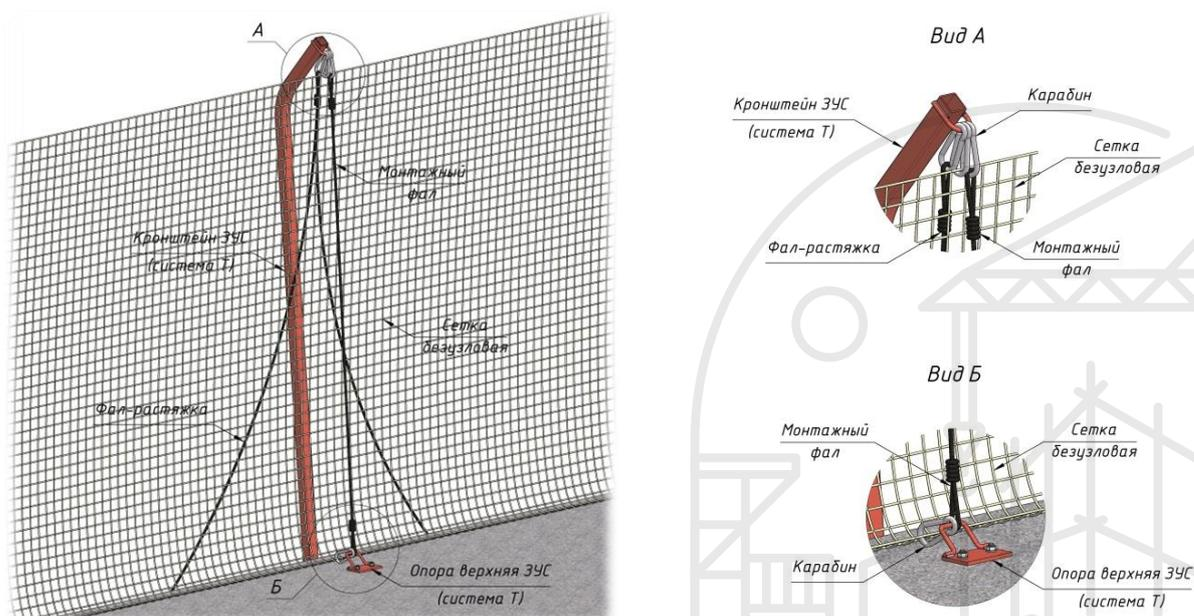

Рисунок 5
7. Крепление наружного каната оплетки сети к петле кронштейна и внутреннего каната оплетки сети к верхней опоре с помощью карабинов (рис. 5)